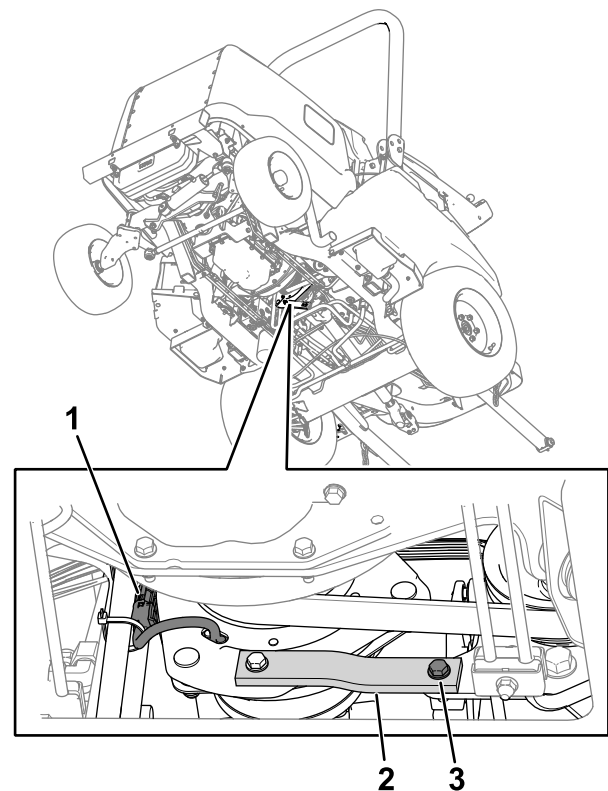

Figura 79
2. Deconectați conectorul cablului de ambreiaj de la cablul mainii (Figura 79).
3. Îndepărtați urubul, aiba și piulița de pe benzile din metal și cauciuc (Figura 79) de pe cadru.